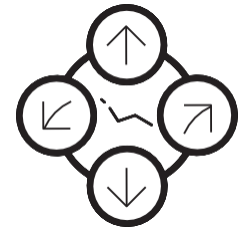

Fig.3-8 Pulsante controllo manuale poltrona
⑤ Pulsanti a comando manuale poltrona (Fig.3-8)